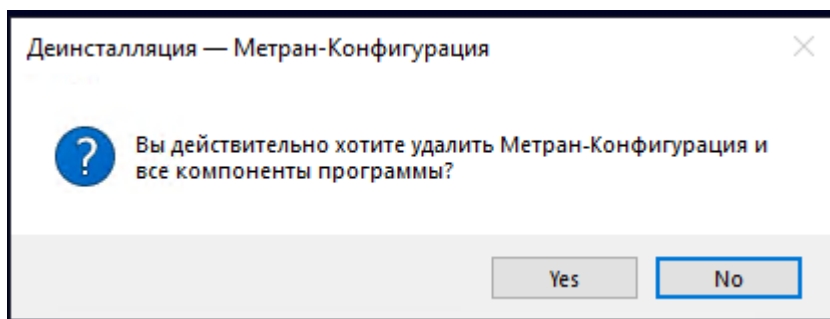

Рис. 15 Окно деинсталляции
1. Воспользуйтесь стандартными средствами удаления программ в ОС Windows. Появится окно Деинсталляции (рис. 15)